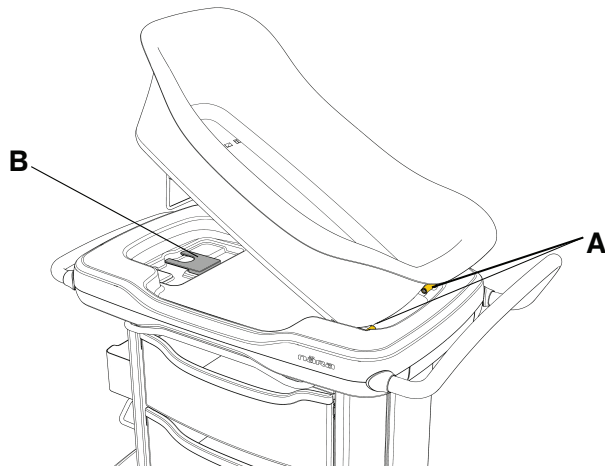

Figura 2 – Acople y fije la cesta sobre el armario de base
1. Incline la cesta para alinear las muescas del fondo de la cesta con los dos pivotes de retención del armario de base (A) (Figura 2).
3. Deslice la barra de inclinación debajo del soporte metálico hasta que la barra quede fijada (B) (Figura 2).